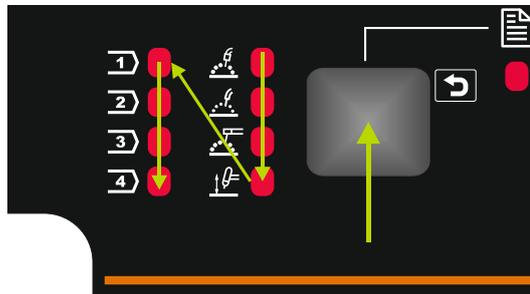

Figure 6
- Appuyer à nouveau sur le bouton de gauche [30]. Le témoin du programme de soudage [30 ou 31] suivant, selon l'ordre indiqué en Figure 6, s'allume alors.